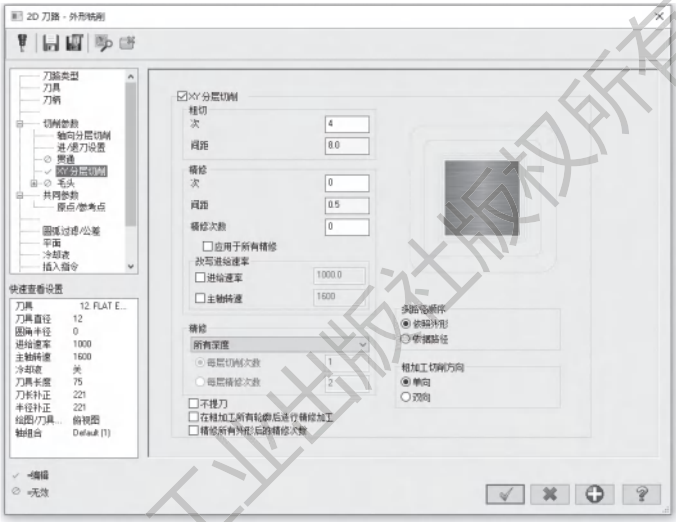

图 3-53 设置 XY 分层切削
4) 打开【XY 分层切削】选项卡，勾选【XY 分层切削】选项，设置【粗切】/【次】为 4，【间距】为 8.0mm，勾选【不提刀】选项，其他参数按默认设置，如图 3-53 所示。